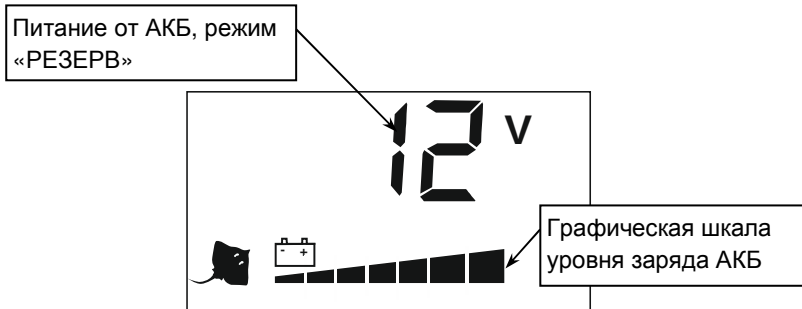

Рисунок 4 — Дисплей, режим «РЕЗЕРВ», пролонгация не включена, АКБ полностью заряжена
При отключении напряжения питающей сети или выходе напряжения сетевого электропитания за допустимые пределы, указанные в п.2 таблицы 1, включается вентилятор охлаждения и происходит автоматический переход на резервное питание нагрузки от АКБ. На дисплее отображается соответствующая информация (см. рисунок 4).
- Нажать и удерживать нажатой кнопку «ВКЛ/ВЫКЛ» до включения изделия. Изделие подаст напряжение на нагрузку в режиме «РЕЗЕРВ» (см. рисунок 4), включатся вентилятор охлаждения, а также светодиодные индикаторы «АКБ» и «ВЫХОД», индикатор «СКАТ» продолжит светиться. Изделие анализирует напряжение входного сетевого электропитания.